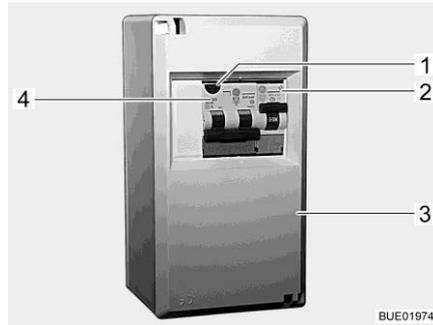

Fig. 149 Caja de fusibles de 230 V
Un interruptor de corriente de defecto / de protección de línea combinado (Fig. 149,4) en la caja de fusibles (Fig. 149,3) protege al vehículo completo de corrientes de defecto (0,03 A).
En los vehículos con equipamiento especial (p. ej. la instalación de aire acondicionado), un interruptor de protección de línea adicional (10 A) (Fig. 149,2) protegerá el aparato.
- Si el vehículo está conectado a la alimentación de 230 V, pulsar la tecla de prueba (Fig. 149,1). El interruptor de corriente de defecto debe disparar.